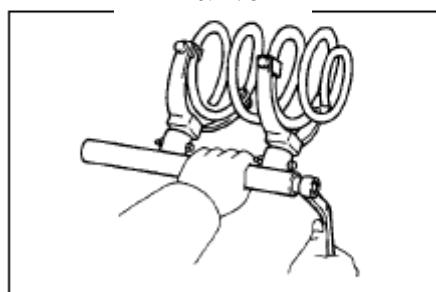

Рис. 179
Не допускайте соприкосновения витков.(рис. 179)
(1) Сожмите винтовую пружину специальным инструментом для снятия пружин.(рис.179)
(2) Установите витую пружину на амортизатор